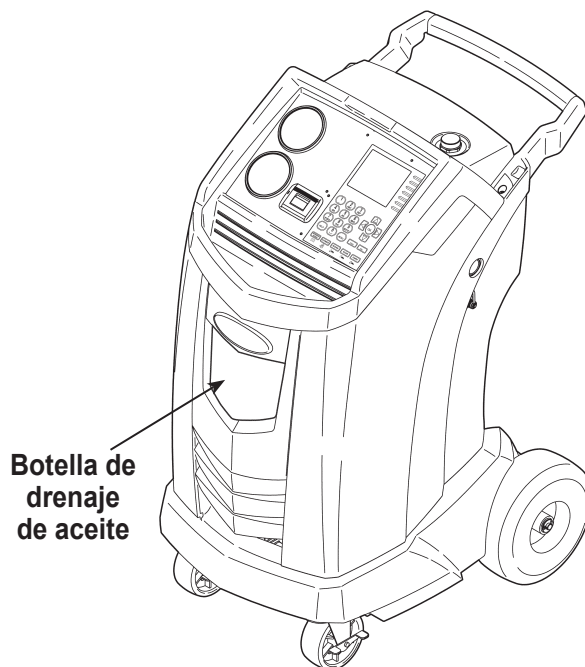

Figura 1
1. Mantenga la botella de drenaje de aceite derecha e inserte el conector en el hueco detrás de la cubierta hasta que esté en su lugar. Consulte la Figura 1.